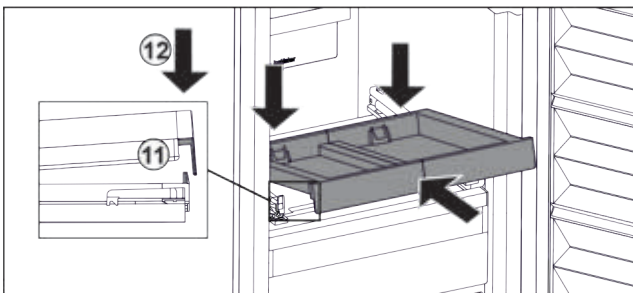

Fig. 84
- ▶ Вставити навкоси. Звертайте увагу, щоб з обох боків упор був за накладкою. *Fig. 84 (11)*
- ▶ Витяжну панель опустити спереду. *Fig. 84 (12)*